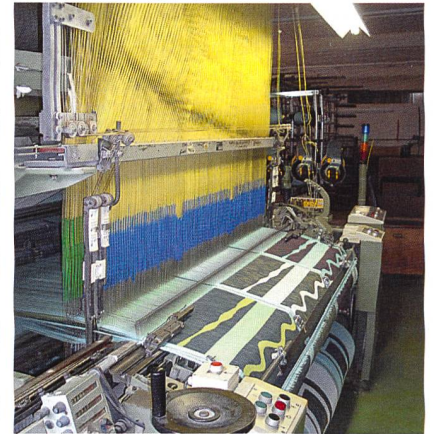

Abb. 5: Das «Injection»-Garn auf der Webmaschine
Für die Herstellung von Frottiergeweben wurden Polfäden der Feinheit 50 tex mit den in Tab. 1 angegebenen Daten gesponnen. Die im Adobe Photoshop erarbeiteten Designvorschläge wurden mit Hilfe der EAT-Software in Bindungsvorschriften für die Webmaschine umgesetzt. Die Frottiergewebeerstellung (Abb. 5) übernahm die Weberei Tannegg in Dussnang (CH).